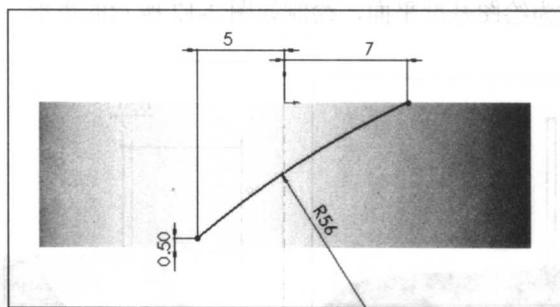

图 2-9 画圆弧
STEP7 绘制如图所示圆弧, 如图 2-9 所示, 上端点与轮廓边线重合, 标注尺寸后, 退出草图。